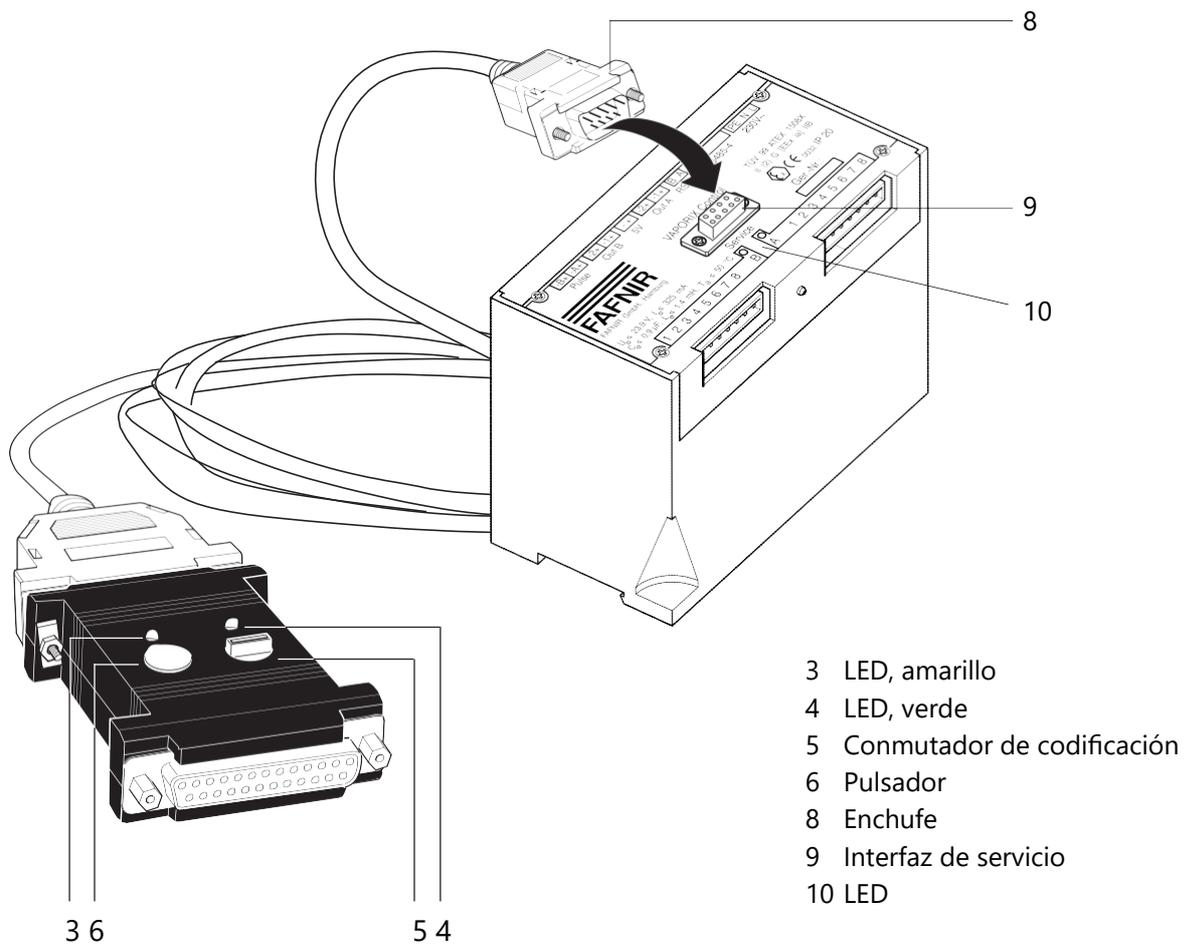

Imagen 2a: Conectar y registrar el VAPORIX-Service-Dongle
Para la conexión eléctrica del Service-Dongle, el enchufe (8) del cable de conexión solo se debe conectar con la interfaz de servicio de la VAPORIX-Control (9). El LED verde (4) en el Service-Dongle se enciende. El dispositivo está listo para operar. (Ver imagen 2a, página 8)